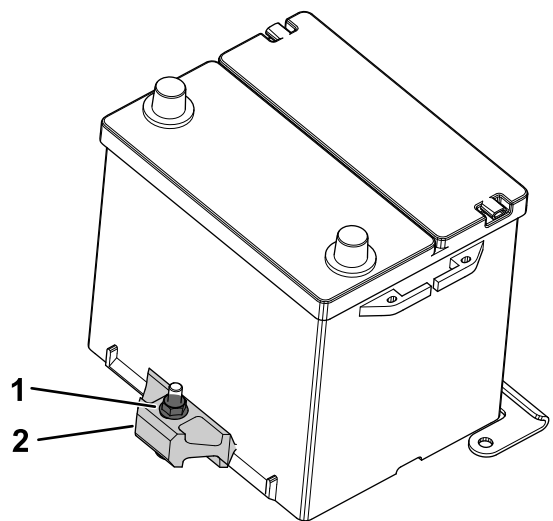

Bild 108
2. Lösen Sie die Sicherungsmutter des Batteriehalters und nehmen Sie die Batterie aus dem Fach (Bild 108).
1. Legen Sie die Batterie auf das Batteriefach und befestigen Sie die Batterie an der Halterung, indem Sie die Sicherungsmutter (Bild 108) anziehen.